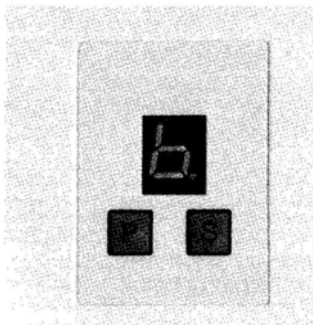

Рисунок 19
3. Снова нажмите «Р», чтобы попасть в раздел настроек направления вращения (на знаковом индикаторе загорится «b», см. Рисунок 19).